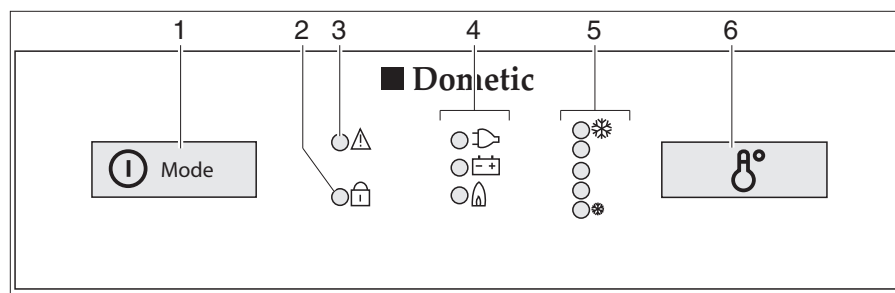

Fig. 352 Elementos de mando para el frigorífico (Dometic de la serie 8 con SMSE)
- Pulsar el conector/selector de energía (Fig. 352,1) 2 segundos para conectar el aparato. Se ilumina el LED del último modo de funcionamiento seleccionado.
- Si fuera necesario, pulsar el conector/selector de energía (Fig. 352,1) varias veces brevemente hasta que se ilumine el piloto gas "🔥". El suministro de gas está abierto. El encendido se realiza automáticamente. Se oye un sonido de tic-tac hasta que el proceso de encendido se haya llevado a cabo con éxito.
- Ajustar la temperatura de refrigeración con el conmutador para el ajuste de la temperatura (Fig. 352,6).
- Si fuera necesario, pulsar el conector/selector de energía (Fig. 352,1) varias veces brevemente hasta que se ilumine el piloto 230 V "⏏".
- Si fuera necesario, pulsar el conector/selector de energía (Fig. 352,1) varias veces brevemente hasta que se ilumine el piloto 12 V "⏏".